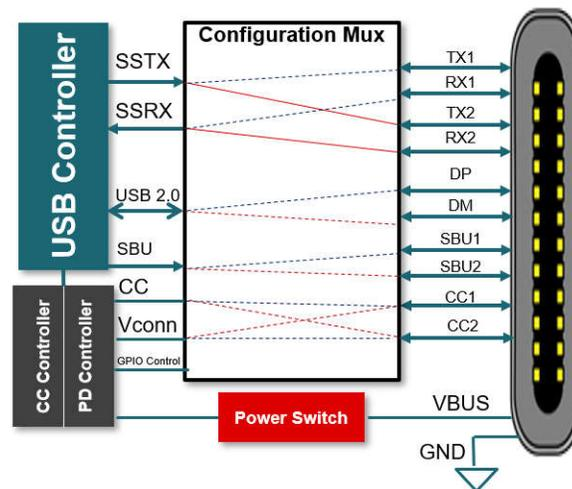

図 23. USB 構成マルチプレクサ
デバイス内では、レセプタクルのどちらの CC ピンをホストが終端するかを検出することで、デバイスは、SuperSpeed USB 信号ペアを転送する機能マルチプレクサを制御できます。図 23 に、SuperSpeed 送信 (TX) および受信 (RX) 信号ペア配線と USB SuperSpeed 信号ペア (SSTXp1/SSTXn1 および SSRXp1/SSRXn1) の対応を示します。